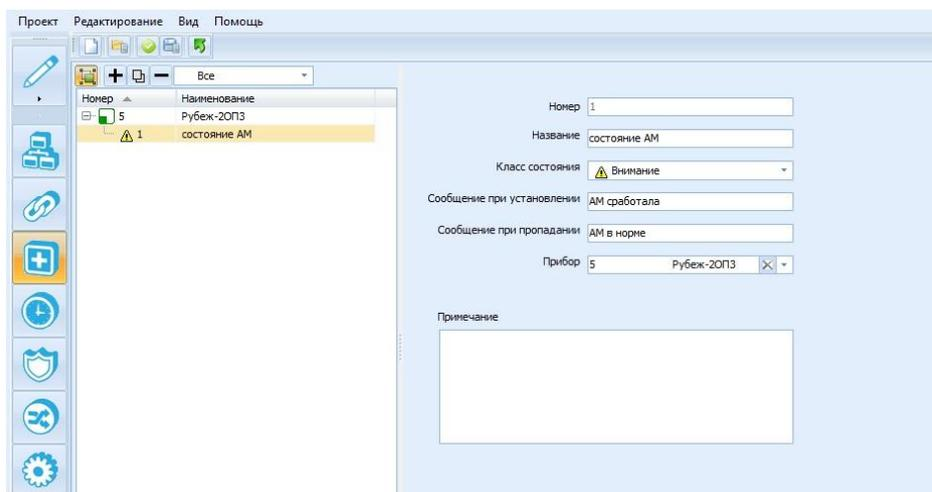

Рисунок 8.5 Вкладка Виртуальные состояния, добавили виртуальное состояние 1 (Состояние АМ)
- Прибор – Рубеж-2ОПЗ (адрес в системе 5) (Рисунок 8.5).